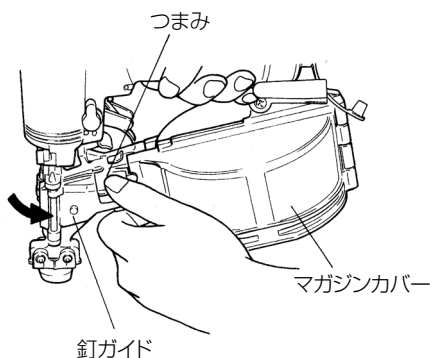

図 10
- 釘ガイドとつまみに指を掛け、つまみを下に押し、連結シートをガイド面側に押しつけながら、釘ガイドを完全に閉じます。(図 10)